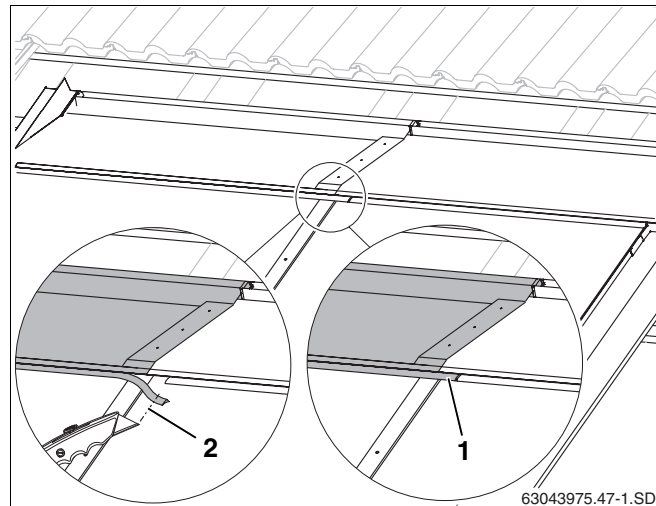

Рис. 57 Раскрой резинового язычка
- Укоротить резиновый язычок настолько (рис. 57, поз. 2), чтобы он уперся в язычок правого накладного листа.
- Вставить резиновый язычок левого накладного листа в фальц правого накладного листа (рис. 57, поз. 1).